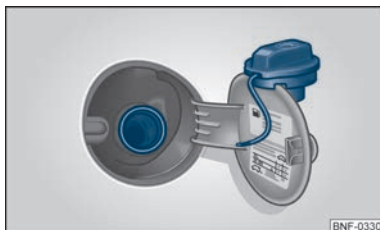

Fig. 89 Tankklap med tankdækslet skruet af
Din bil kan kun køre på **blyfri benzin**, som opfylder normen **EN 228** (i Tyskland også **DIN 51626 - 1** eller **E10** for blyfri benzin med oktantal **95** og **91** eller **DIN 51626 - 2** eller **E5** for blyfri benzin med oktantal **95** og **98**). Informationen om, hvilket oktantal din motor har brug for, kan du finde på indersiden af tankklappen ⇒ Fig. 89.
- Skru tankdækslet af ved at dreje det mod venstre, og sæt det fast oven på tankklappen ⇒ Fig. 89.